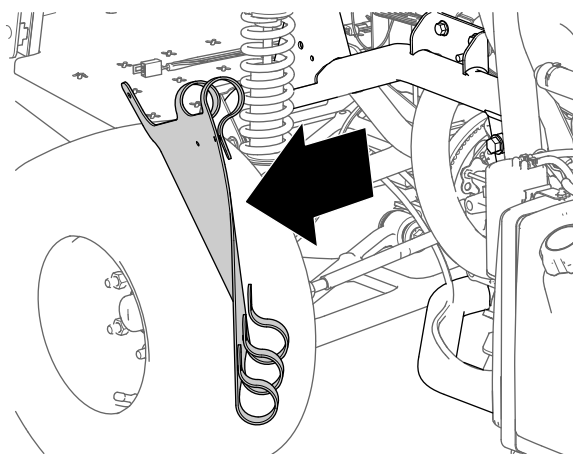

Figura 13
5. Rimuovete la copertura del parafrangente interno dalla macchina (Figura 13).